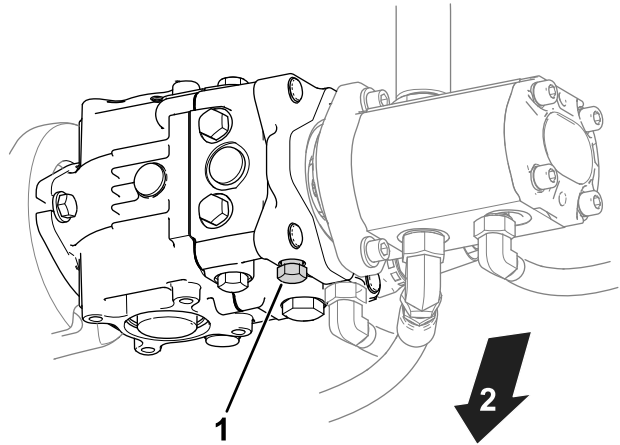

Figure 36
1. Trouvez la vanne de dérivation sur la pompe (Figure 36).